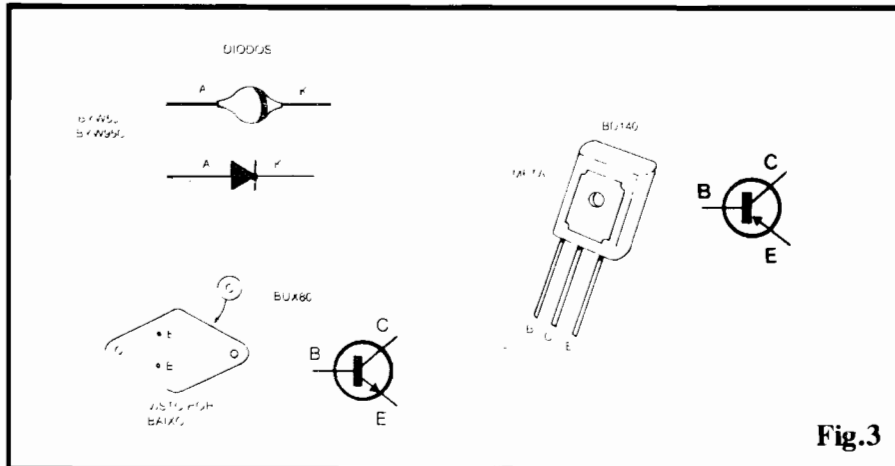

Fig.3
- **FIG. 3 - OS PRINCIPAIS COMPONENTES...** - Alguns dos principais componentes do circuito são vistos na figura, em aparência, pinagens e símbolos esquemáticos. O transistor BD140 não é assim tão "desconhecido" da Turma... Já o BUX80 é "novidade", em A.P.E.... Sua "embalagem", contudo, é de um padrão conhecido, invólucro TO3, metálico, com a identi-